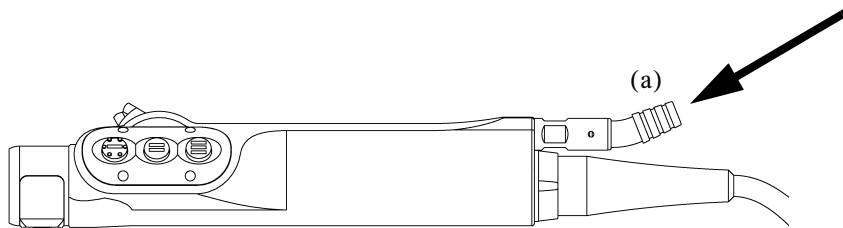

Figura 5: Conectarea tubulaturii de aspirație
1. Conectați un tub de aspirație la conectorul pentru tubulatura de aspirație (a) de pe mânerul de aplicare (consultați Figura 5). Tubul trebuie să acopere toate rizurile de pe conector.